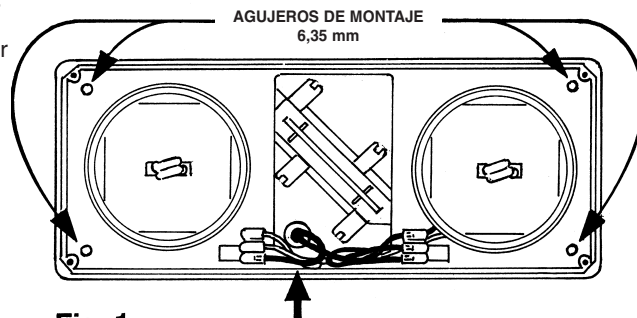

Fig. 1 UBICACION DE 6,35 mm PARA CABLE DE PODER
3. Posicione la base de las luces de advertencia en la ubicación seleccionada. Marque las ubicaciones de los tornillos de montaje y marque la ubicación del agujero para el cable de poder. Fig. 1. Remueva la base.